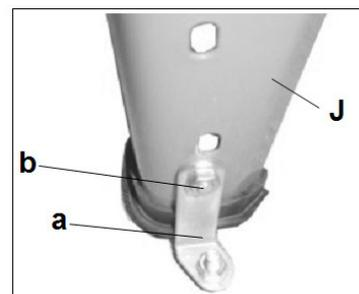

Рис. 5
его необходимо надежно закрепить с помощью металлических уголков, входящих в комплект. Металлические уголки (а) крепятся к ножкам (J) с помощью болтов (В), как показано на Рис. 5